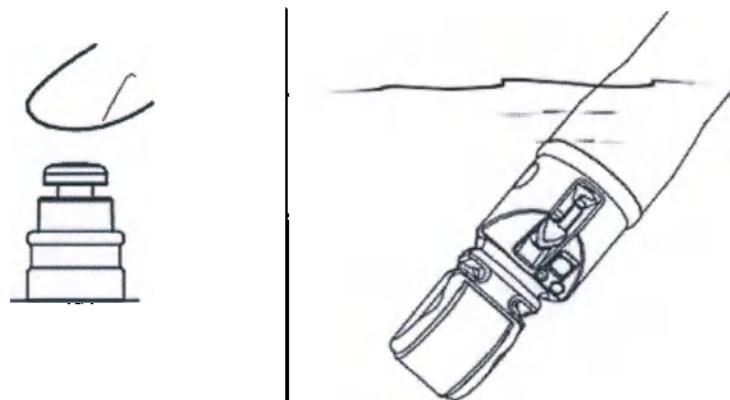

Рис. 7.61
- 4) Как показано на Рис. 7.61, убедитесь, что после отпускания клапана управления аспирацией/аспирацией из баллона он плавно возвращается в исходное положение и аспирация прекращается.